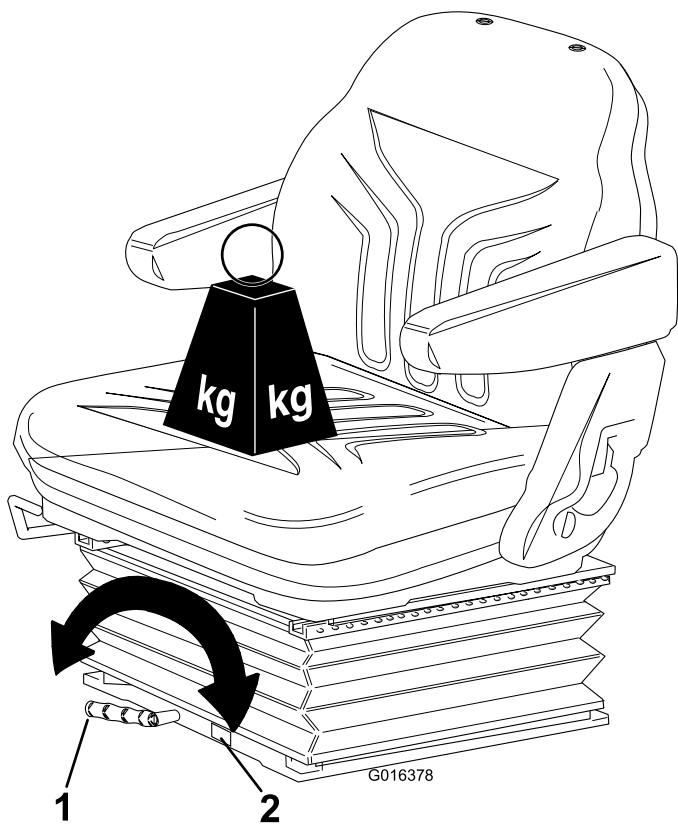

Figura 12
- **Ajuste según el peso del operador:** Gire la palanca en sentido horario para aumentar la rigidez de la suspensión, y en sentido antihorario para reducirla. El dial indica el ajuste óptimo de la suspensión según el peso del operador (kg); consulte Figura 12.